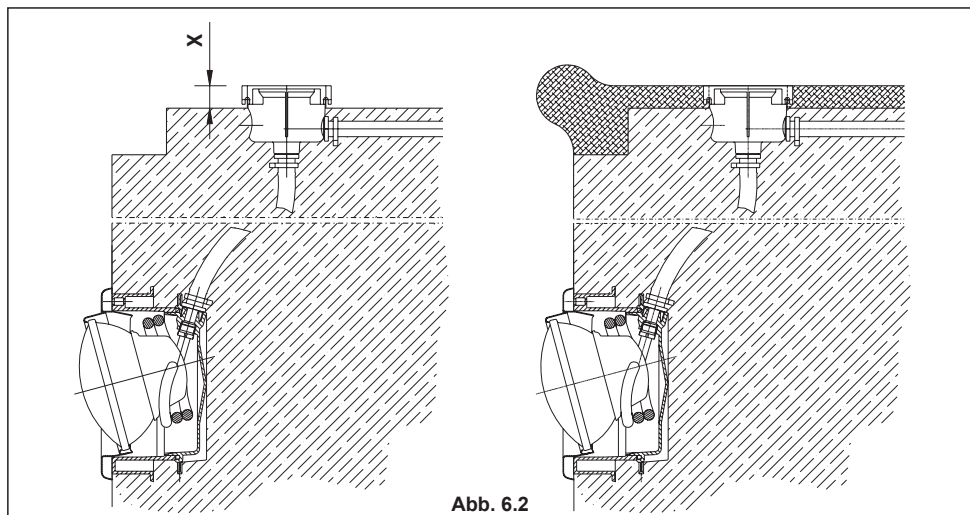

Abb. 6.2
- Die Kabelanschlussdose wird normalerweise bündig am Rande des Beckens angebracht. Bei einem Belag muss die Kabelanschlussdose entsprechend der später verwendeten Materialstärke des Belags „X“ **(Abb.6.2)** aus der Betonfläche herauschauen.